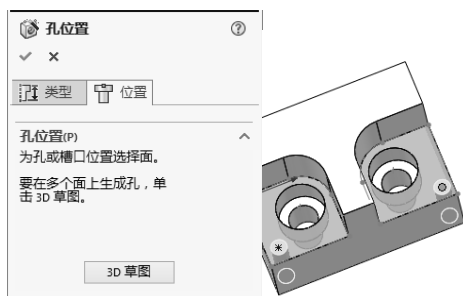
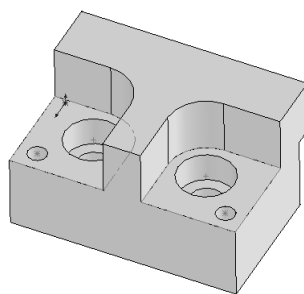

图 3-82 设置销孔位置
图 3-83 生成销孔特征
**09** 生成销孔特征。单击“位置”选项卡,单击  按钮,将孔的中心位置定位到草图中所绘制的两个点上,如图 3-82 所示。单击“确定”按钮,生成两个销孔,效果如图 3-83 所示。